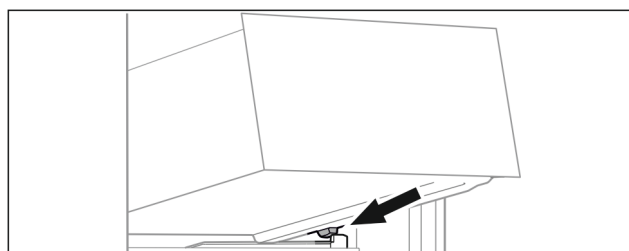

Fig. 132
- ▶ 将抽屉斜放在容器肋梁上的止动器后面。(参见 Fig. 132)